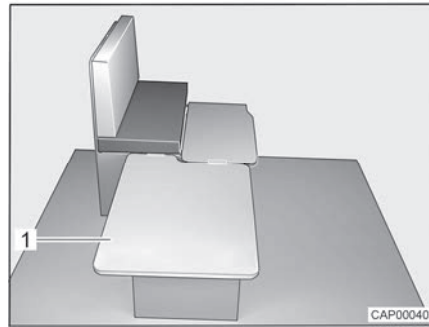

Fig. 81 Durante la transformación
- Enganchar la tabla de apoyo (Fig. 81,1) lateralmente en el banco y colocarla en la mesa.